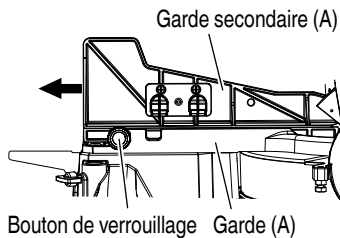

Fig. 16
Dans le cas d'une coupe droite ou d'une coupe en biseau à gauche, utiliser la garde secondaire (A). Dans ces conditions, il est possible d'effectuer une coupe stable du matériau avec une face arrière large. Pour une coupe en angle droit, desserrer le bouton de verrouillage, puis faire glisser la garde secondaire (A) vers l'extérieur, comme illustré à la Fig. 16.